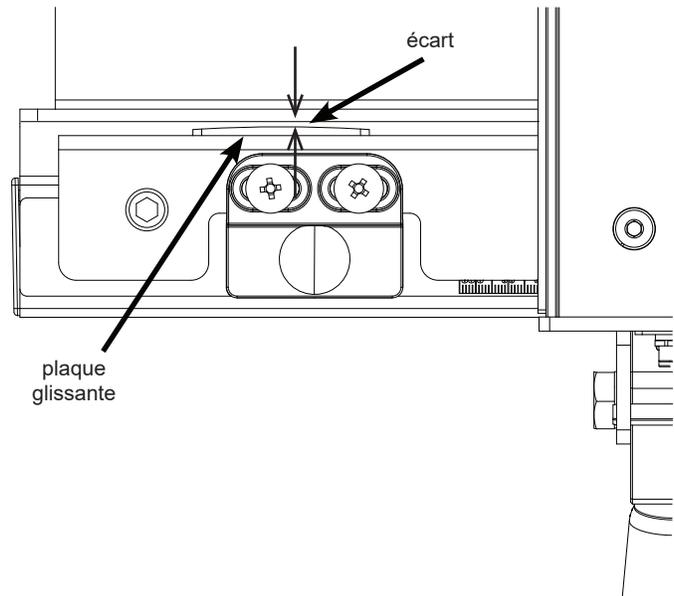

Fig. 17
17. Une fois que la clôture est bien fixée au tube principal, déplacez l'extrémité gauche du tube principal vers la scie jusqu'à ce qu'il n'y ait qu'un petit espace (environ 1/16") entre le rail avant et la face arrière de la plaque glissante de la clôture (voir figure 17). Serrez le boulon à tête hexagonale M8x1,0x16 le plus à gauche qui maintient le tube principal sur le rail avant à l'aide d'une clé de 13 mm. Veillez à ne pas trop serrer les boulons car vous risquez de dénuder le filetage du tube principal (couple recommandé = 8,0 ft · lbs).